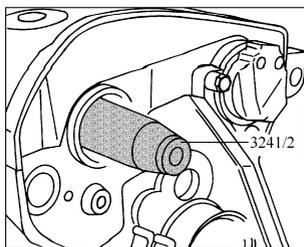

图 2-95 将导向套筒 3241/2 装到凸轮轴轴颈上
2) 如图 2-95 所示, 将导向套筒 3241/2 装到凸轮轴轴颈上。